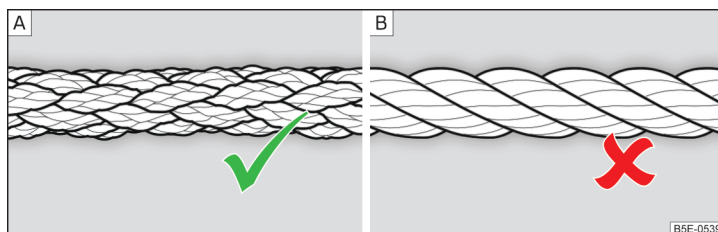

Fig. 158 Fune di traino intrecciata / a spirale
Per il traino con una fune di traino utilizzare solo una fune in fibra sintetica intrecciata » fig. 158 - **A** » .
- Per il traino non utilizzare funi di traino a spirale » **fig. 158** - **B**, l'occhiello di traino del veicolo potrebbe svitarsi - pericolo d'incidente.